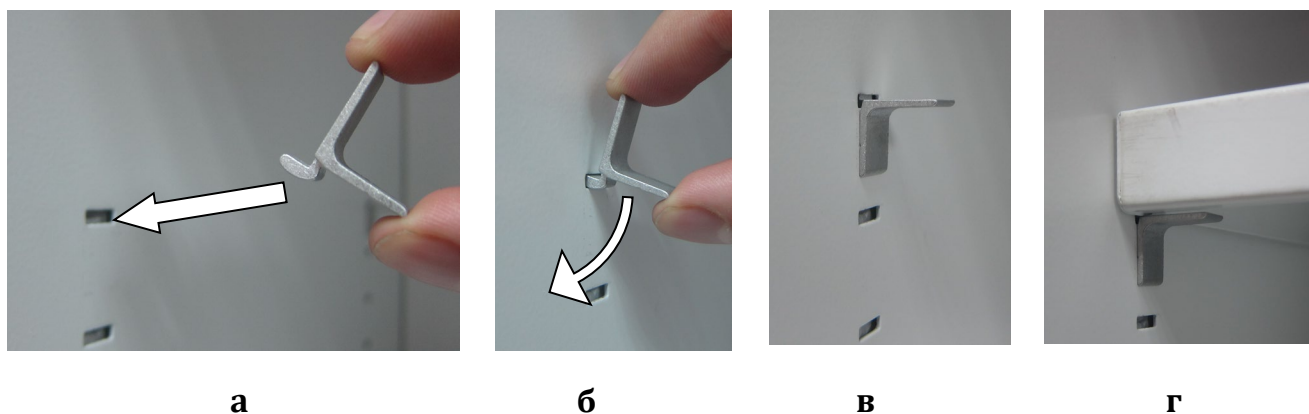

Рисунок 2. Установка полкодержателя.
4. Установите полкодержатели в пазы на панелях и положите на них полки (Рисунок 2).